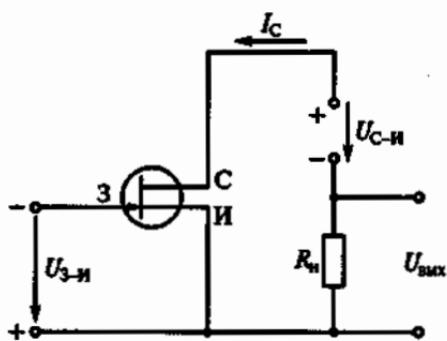

Рис. 186
7.25. Как изменится ток I_C стока при увеличении напряжения U_{3-I} на затворе З полевого транзистора (рис. 186) относительно истока И?